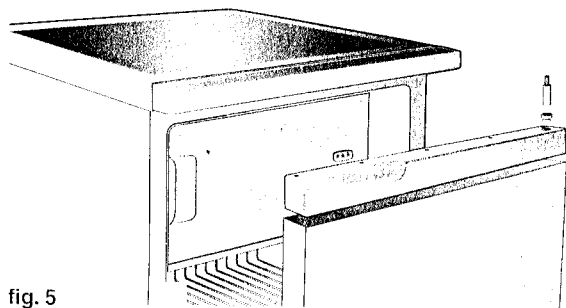

fig. 5
- E) Non coprite mai la griglia d'aerazione sistemata sulla parte posteriore del piano di lavoro (table top) fig. 5.
MONTAGGIO GRIGLIA DI AERAZIONE (FIG. 5)
- E) Under no circumstances should the ventilation grid at the back edge of the work surface ever be covered (fig. 5).
ASSEMBLY OF THE VENTILATION GRID (FIG. 5)
MANIGLIE ORIZZONTALI MONO-PORTA (Fig. 5):
SINGLE DOOR HORIZONTAL HANDLES (fig. 5)